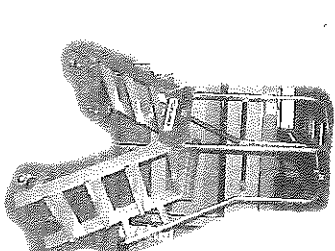

fig. 1
- Remove the packing. Mount the two ladders if they are not mounted fig. 1
- Mount side railings using screws b fig. 1 and c fig. 2.
- Enlever l'emballage. Monter les deux échelles, si elles sont démontées fig. 1
c) Monter les mains courantes latérales en serrant les vis b fig. 1 et c fig. 2.
- Die Verpackung entfernen. Montieren Sie die beiden Leitern, sofern diese nicht zusammengebaut sind Abb. 1
c) Bringen Sie die seitlichen Handläufe an, indem Sie die Schrauben b Abb. 1 und c Abb. 2 festziehen.
- Togliere l'imballo. Montare le due scale in caso siano smontate fig. 1
c) Montare i corrimano laterali avvitando le viti b fig. 1 e c fig. 2.